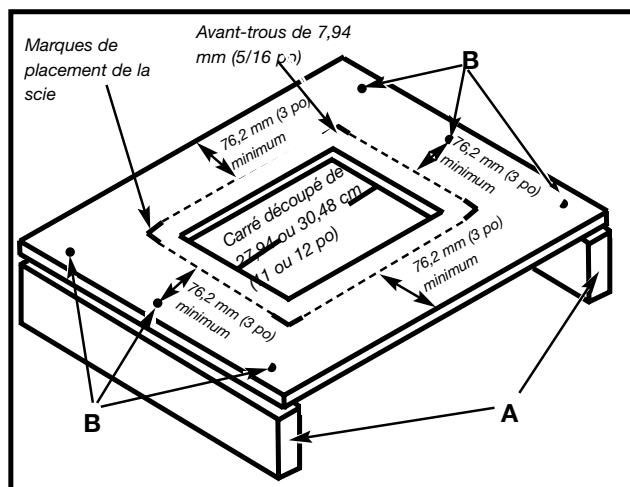

Fig. 4B
**▲ AVERTISSEMENT** LE SUPPORT DE LA SCIE DOIT ÊTRE STABLE ET CAPABLE DE SUPPORTER 136 KG (300 LIVRES). Il est également possible de construire un simple support en hauteur, comme le montre la Fig. 4B.
Aligner la scie à la surface de support et marquer l'emplacement de quatre trous de 7,94 mm (5/16 po) à percer (Fig. 4B).
Poser la scie à l'écart, puis percer des trous à l'emplacement de ces marques. Marquer l'emplacement d'un carré de 27,94 ou 30,48 cm (11 ou 12 po) de côté, au centre des quatre trous de montage. Couper et retirer ce carré (Fig. 4B). Pour élever la surface de support, mesurer deux 2 x 4 (A, Fig. 4B) sur la largeur de deux côtés opposés de la surface de support. Fixer la surface de support sur les arêtes étroites des 2 x 4 (comme indiqué sur la Fig. 4B) à l'aide de vis à bois (non fournies), à trois endroits au moins sur chaque côté (B, Fig. 4B).